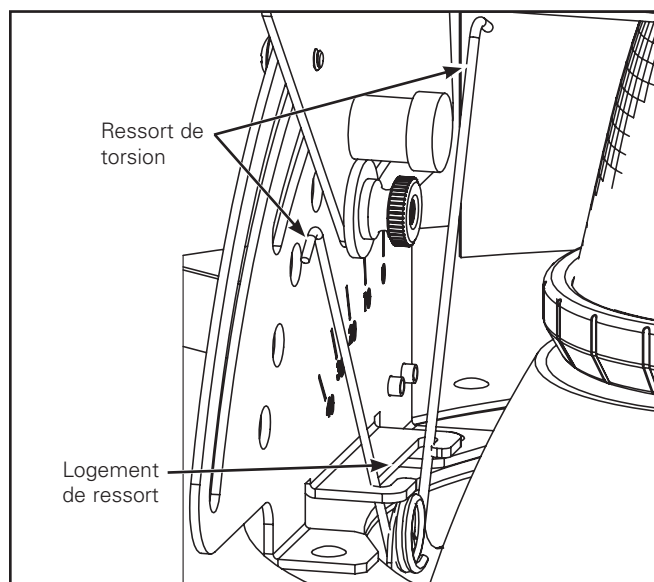

Figure 12.
2. Installez l'assemblage de la garniture en insérant les ressorts de tension dans les récepteurs de ressorts à l'intérieur du boîtier (Figure 12).